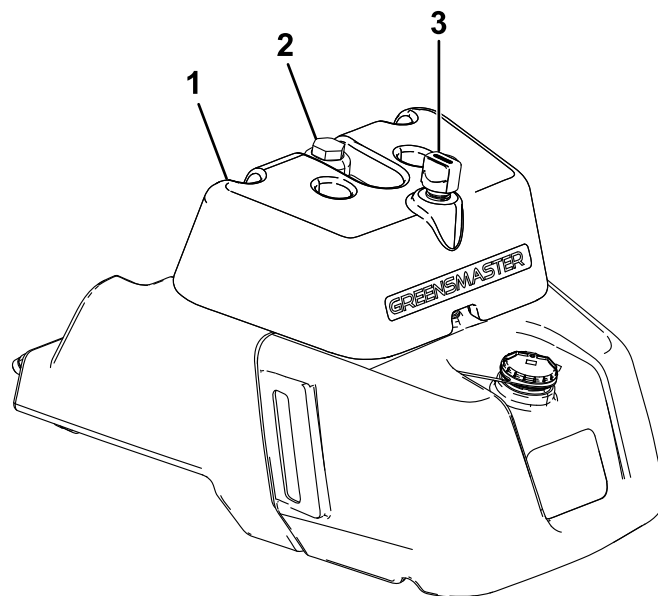

Figura 41
- Si el depósito tiene mirilla, compruebe el nivel de aceite en la mirilla (Figura 41) y vaya al paso 5.